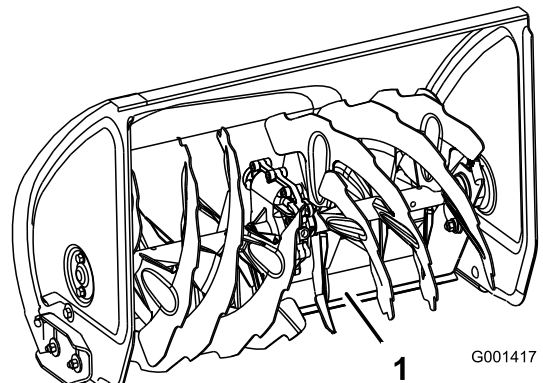

Figura 43
4. Empurre as pegas para baixo para permitir que o raspador articulado se mova totalmente para a frente e, em seguida, regule a frente da máquina para baixo de forma a que a extremidade frontal do raspador articulado entre em contacto com o chão (Figura 43).